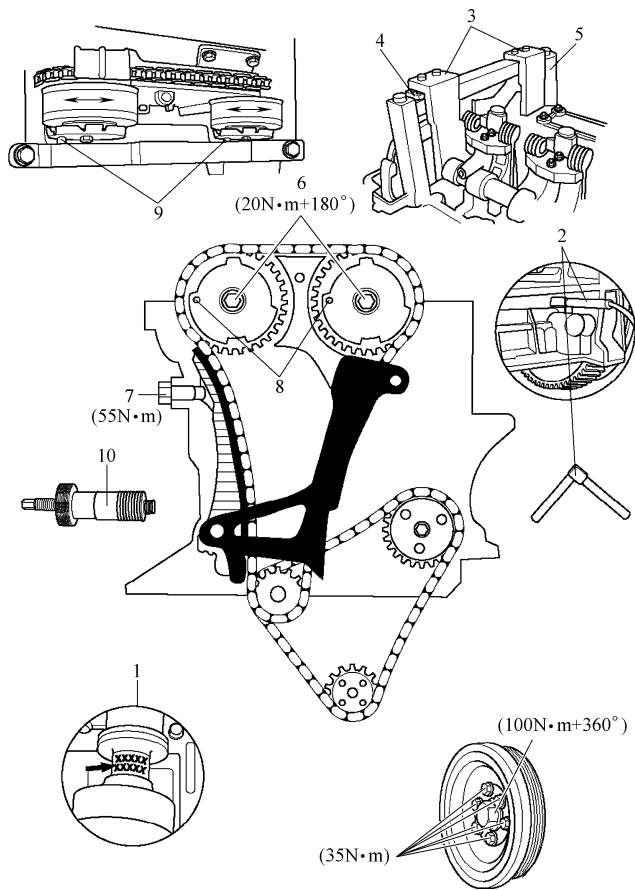

图 3-8 130i 轿车 3.0L 发动机正时链条部件识别
正时链条部件识别见图 3-8。
3	确保各个凸轮轴上的零件号码均朝向上方（图 3-8 中的 1）
5	插入飞轮/驱动盘正时销（图 3-8 中的 2） 如果飞轮/驱动盘正时销安装正确，发动机应不能转动
6	确保凸轮轴定位工具（图 3-8 中的 3、4 和 5）可以正确安装 如果不能安装上凸轮轴定位工具，则按照下列步骤对凸轮轴进行调节： 1) 拧松各个凸轮轴调节器的中心螺栓（图 3-8 中的 6） 2) 拆下正时链条张紧器总成（图 3-8 中的 7） 注意：如果要继续使用正时链条张紧器，要慢慢压缩张紧器 2 次，把张紧器的机油排除干净
6	3) 确保传感器齿轮位于9点钟位置的圆孔位置（图3-8中的8）
4) 安装传感器齿轮定位工具（图3-8中的9）并紧固到气缸盖上
5) 安装正时链条预紧工具（图3-8中的10）
7) 用正时链条预紧工具（图3-8中的10）将正时链条预紧至0.6N·m
8) 换用新的凸轮轴调整器中心螺栓（图3-8中的6）并将螺栓紧固至20N·m+180°
7	拆下飞轮正时销（图3-8中的2）
8	拆下传感器齿轮定位工具（图3-8中的9）
9	拆下凸轮轴定位工具（图3-8中的3、4、5）
10	拆下正时链条预紧工具（图3-8中的10）
11	安装正时链条张紧器总成（图3-8中的7）并紧固至55N·m
13	确保飞轮正时销（图3-8中的2）和定位工具（图3-8中的3、4、5和9）均可以重新安装